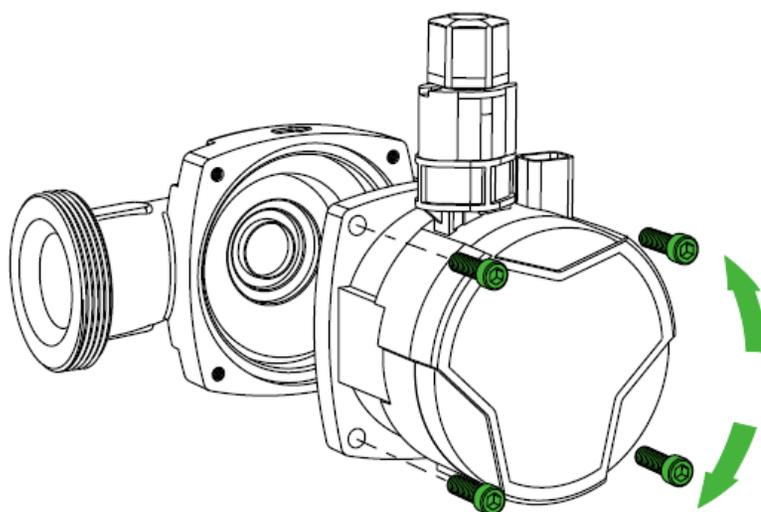

Рис.6 Винты крепления статора.
- 2) Открутить винты крепления статора к чугунному основанию насоса, используя 6-ти гранный ключ (см. Рис.6).